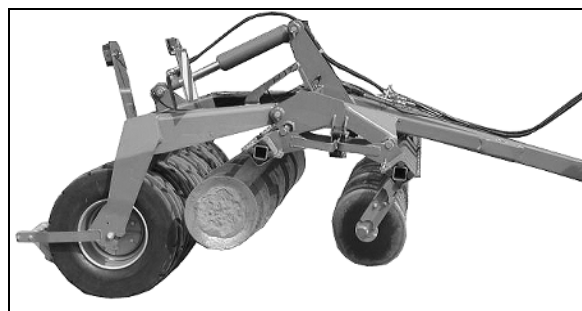

Fig. 26
- Relevez complètement les deux rangées de disques (Fig. 26).